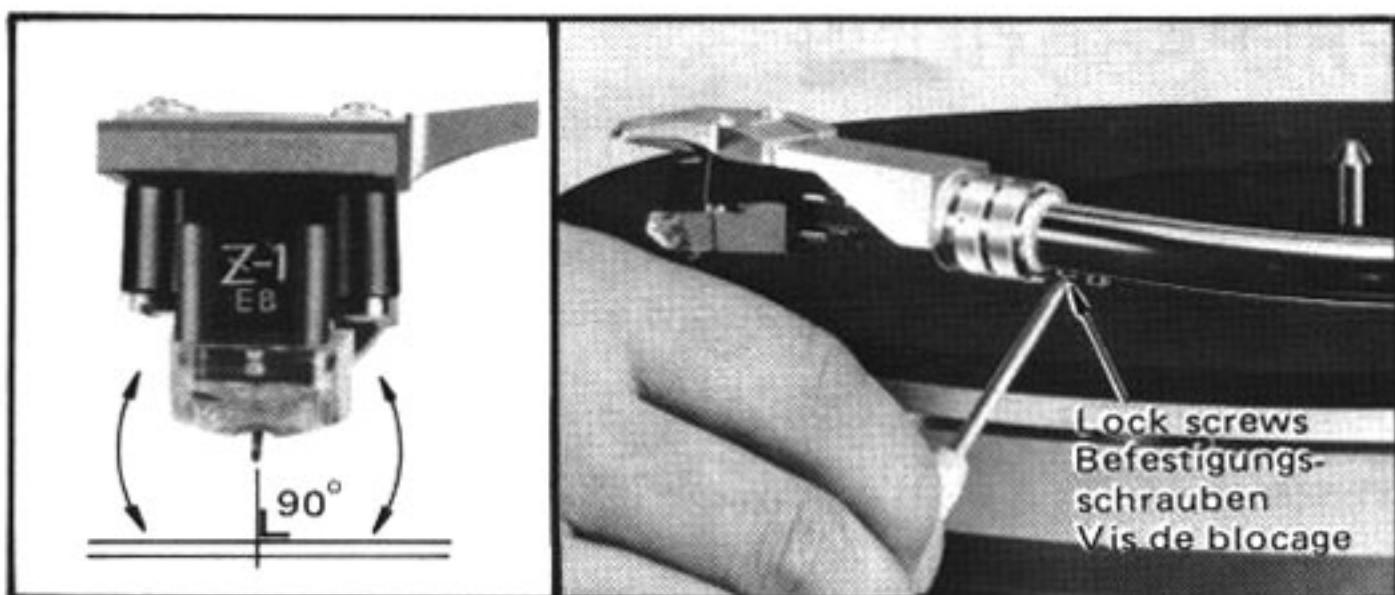

Fig. 7 Abb. 7
4. Headshell mounting angle adjustment (Fig. 7)
(Abb. 7)
4. Réglage de l'angle de montage de la coquille (Fig. 7)